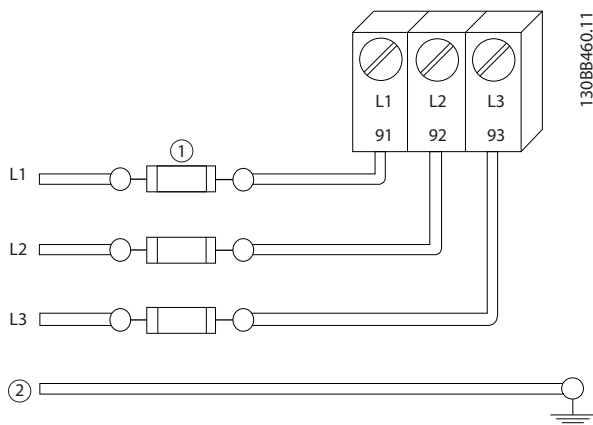

Рисунок 2.4 Предохранители преобразователя частоты
- Все преобразователи частоты должны быть оборудованы системой защиты от короткого замыкания и перегрузки по току. Для реализации такой защиты следует использовать входные предохранители, см. *Рисунок 2.4*. Если они не устанавливаются производителем, их должен установить специалист во время монтажа. Максимальные номиналы предохранителей см. в 10.3.1 *Защита*.